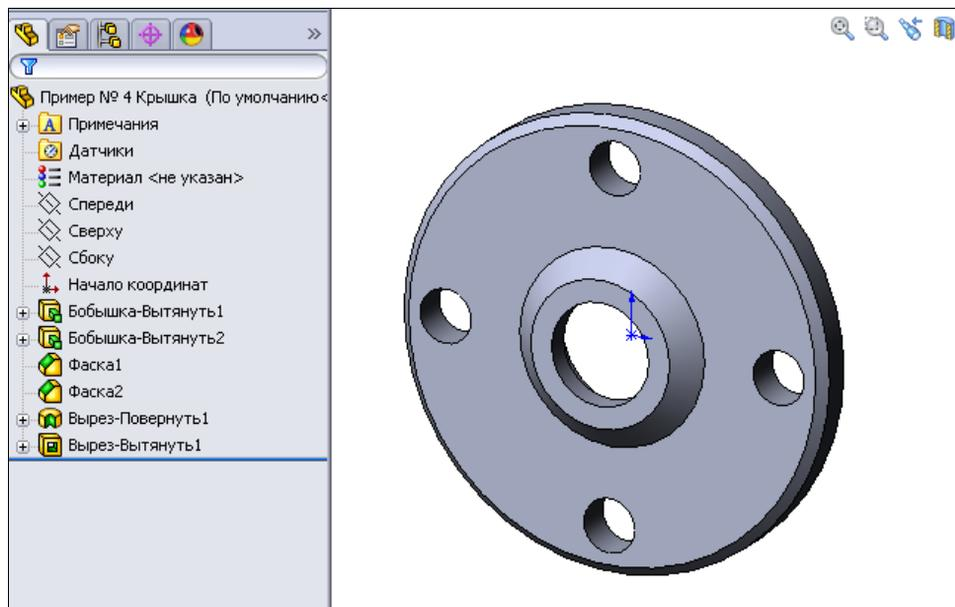

Рис. 2.55
19. Наждем кнопку **ОК** , закончив построение отверстий под крепеж и крышки в целом (рис. 2.55).